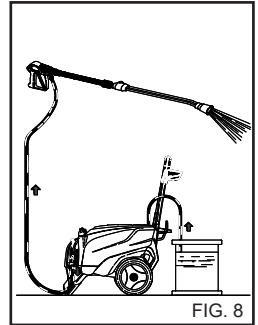

FIG. 8
Kun olet käyttänyt pesuainetta, pesuaineen syöttö pitää huuhdella puhtaalla vedellä. (Fig. 8).
- 1) Huuhtelee korkeapaineinen vesipiiri pesuaineen käytön jälkeen: käytä pumppua 1 minuutin ajan annosteluhana täysin suljettuna. (Fig. 8).
- 4) Huuhtelee korkeapaineinen vesipiiri pesuaineen käytön jälkeen: käytä pumpua 1 minuutin ajan annosteluhana täysin suljettuna. (Fig. 8).